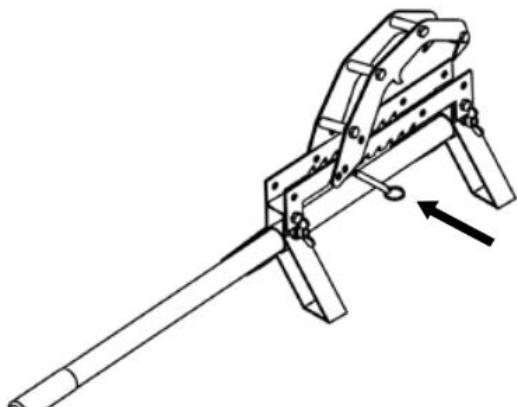

Figura 5
12. Finalmente (si aún no lo hizo durante el montaje en el Capítulo 1), monte el tope final como se muestra en la Figura 5.
Finalmente (si aún no lo hizo durante el montaje en el Capítulo 1), monte el tope final como se muestra en la Figura 5.